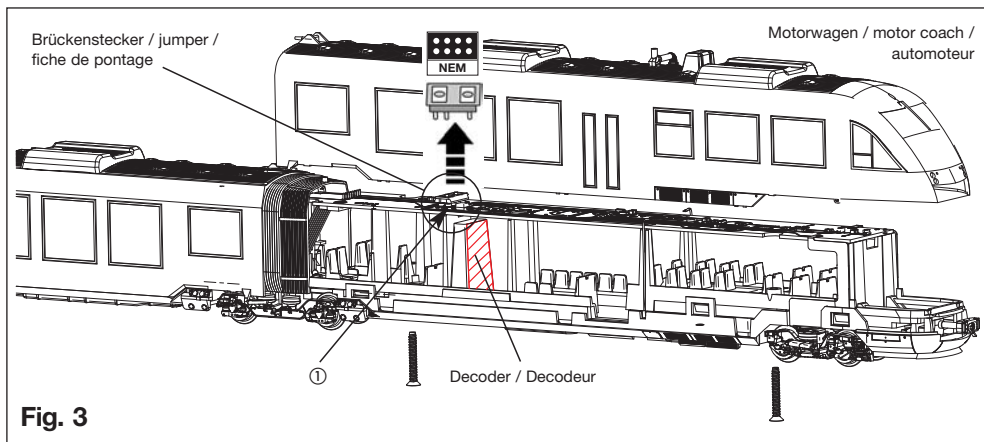

Fig. 3
**Gehäuse öffnen (Fig. 3, 4, 6):** Ein Öffnen der Gehäuse ist nur zum Einbau eines Decoders, Einbau eines TRAIN-NAVIGATION Senders und zum Kohlen-/Motorwechsel erforderlich. Gehäuse durch Lösen der 2 Schrauben im Wagenboden abnehmen.
**Decodereinbau (Fig. 3):**
Auf die schraffierte Fläche (Fig. 3) im Motorwagen kann ein Decoder (DCC: 6878, neu: 687501) mit 8-poliger Schnittstelle nach NEM 652 geklebt werden. Brückenstecker auf der Leiterplatte herausziehen und Stecker des Decoders dafür einstecken. Dabei auf die Gleichlage der mit ① gekennzeichneten Kontakte auf Platine und Stecker achten. Beim Einbau bitte die Betriebsanleitung des jeweiligen Decoders beachten!
**Opening (Fig. 3, 4, 6):** Opening of the railcar-unit is only necessary for installing a decoder, mounting of a TRAIN-NAVIGATION sender and to exchange carbon brushes or the whole motor. After you remove the 2 screws in the bottom of the respective coach, the housing can be lifted up.
**Installing a decoder (Fig. 3):**
On the cross-hatched surface, see Fig. 3, in the motor coach, a decoder (DCC: 6878, new: 687501) equipped with an 8-pole interface plug according to NEM 652 can be glued. Pull out the jumper plug out of the interface socket and connect the decoder's plug instead. Take care that the markings ① on the plug and the socket are positioned on the same edge. Please follow the instructions of the respective decoder for installation!
**Ouverture du boîtier (Fig. 3, 4, 6) :** l'ouverture du boîtier n'est requise que pour monter un décodeur, monter un émetteur TRAIN-NAVIGATION ou remplacer les charbons/le moteur. Pour retirer le boîtier, dévisser les 2 vis situées en dessous du véhicule.
**Montage du décodeur (Fig. 3) :**
La surface hachurée (fig. 3) de l'automoteur est prévue pour coller un décodeur (DCC: 6878, nouveau: 687501) équipé d'un connecteur à 8 pôles normalisé NEM 652. Retirer le pontage du circuit imprimé et brancher le connecteur du décodeur à sa place. Veiller pour cela à ce que les contacts "①" de la platine et du connecteur soient en regard. Pour le montage, se référer aux instructions de service du décodeur en question !
**Lubrification:** Le moteur, le train d'engrenages et les axes doivent être lubrifiés aux endroits marqués de flèches (Fig. 3, 6). N'utiliser que l'huile **FLEISCHMANN 6599**. Une seule petite goutte par point (→) suffit. Éviter tout excédent d'huile. L'aiguille logée dans le bouchon du flacon dosera parfaitement le lubrifiant.
**Behuizing verwijderen ( Fig. 3, 4, 6):** Het verwijderen van de behuizing is alleen voor het inbouwen van een decoder, van *TRAIN-NAVI-GATION* zenders en het vervangen van de koolborstels en/of de motor noodzakelijk. De behuizing is door het losdraaien van twee schroeven in het chassis te verwijderen.
**Het inbouwen van een decoder (Fig. 3):**
Op de gekenmerkte plaats (Fig. 3) in de motorwagen kan een decoder (DCC: 6878, nieuw: 687501) met 8-polige stekker volgens NEM 652 norm, geplaatst worden. Overbruggingsstekker van de printplaat verwijderen en daarvoor in de plaats de stekker van de decoder insteken.
**Oliën:** Uitsluitend **FLEISCHMANN-olie 6599** gebruiken op de gekenmerkte plaatsen (Fig. 3, 6) van de motor, de aandrijving en de assen. Slechts een druppeltje olie peer smeerplaats (➡➡) is voldoende.
**Montaggio del decoder (Fig. 3):**
Sulla superficie tratteggiata (fig. 3) nella motrice è possibile incollare un decoder (DCC: 6878, nuovo: 687501) con interfaccia a 8 poli conformemente alla norma NEM 652.
**Apertura del corpo (Fig. 3, 4, 6):** L’apertura del corpo è necessaria soltanto per il montaggio di un decoder, il montaggio di un trasmettitore *TRAIN-NAVIGATION* e per la sostituzione delle spazzole in carbone/del motore.